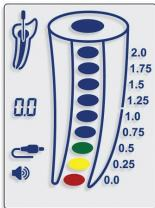

Fig. 10
- 5.4.13. Cuando se alcance el orificio apical (0,0), se indicará mediante una marca de color rojo dentro de la imagen del conducto radicular (Fig. 10) y un tono acústico constante. Determine la longitud obtenida electrónicamente mediante una regla endodóntica. Para establecer la longitud de trabajo, reste 0,5 - 1,0 mm de la longitud electrónica.